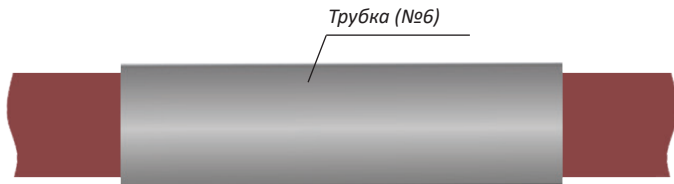

Рисунок 12
6.12. Надвинуть трубку холодной усадки (№6), так чтобы она была отцентрирована относительно геометрической середины соединения и захватывала приблизительно равные длины оболочек соединяемых кабелей. Удерживая трубку на месте, вытянуть пластиковый корд (спираль) из её полости, потянув за свободный конец. Убедиться, что трубка плотно обжала кабель по всей длине. Окончательный вид соединения представлен на рис.12.